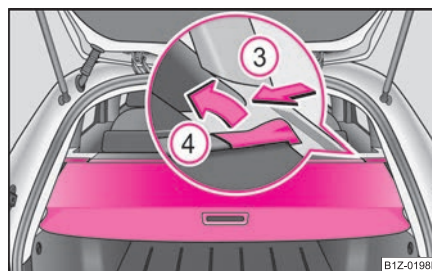

Fig. 85 Maletero: Sacar la cubierta del maletero
- Para transportar equipaje voluminoso se puede desmontar la cubierta del maletero. Inserte la pieza desplazable, por el lado, en el sentido de la flecha ③ y saque la cubierta del maletero en el sentido de la flecha ④ ⇒ página 84, fig. 85.